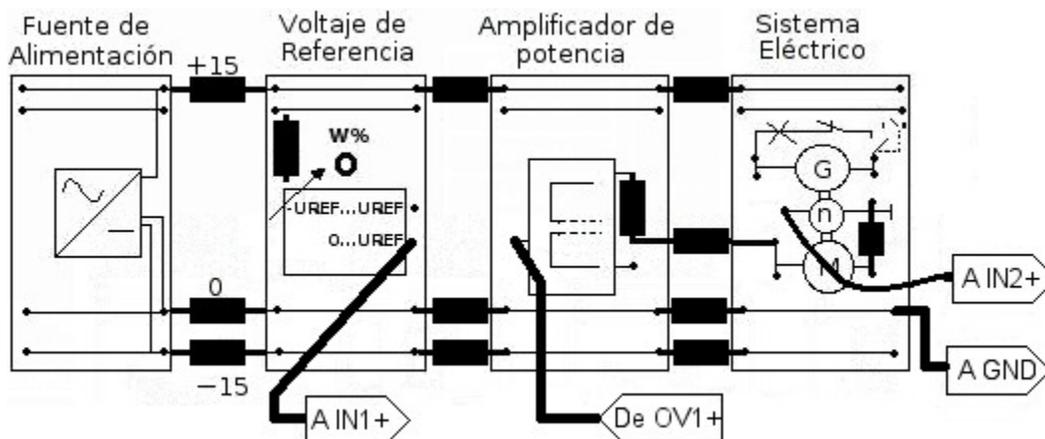

Figura 24. Sistema Motor-Generador.
- Arme el sistema que se muestra en la Figura 24.